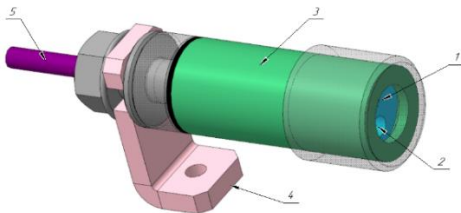

Рис. 4.1
4.1. Общий вид датчика ДОЛ-2 приведен на рис.4.1.
На рис.4.1 приняты следующие обозначения:
- 5.4. Установить датчик на машине при помощи кронштейна на корпусе датчика (поз.4 рис.4.1). Установка датчика на машину может производиться при помощи штатива с магнитным